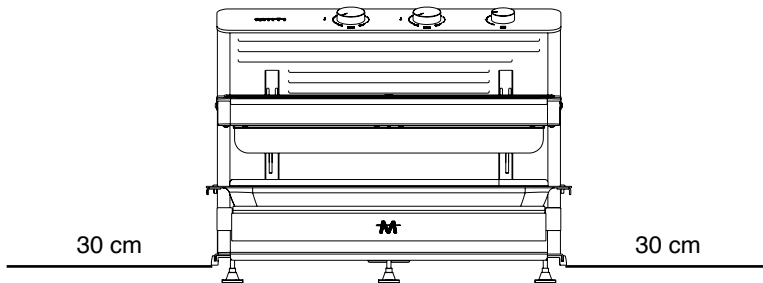

Abbildung 1
- Mindestens 30 cm beim Modell MiiTi 06, (Abbildung 1)